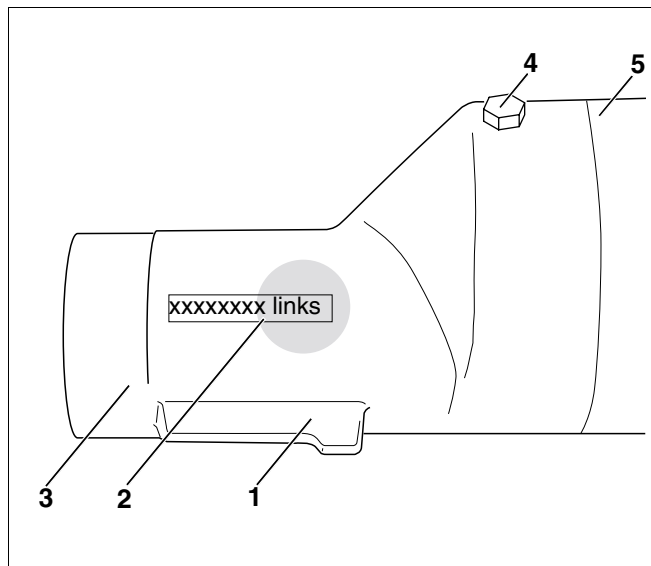

Fig. 24 Piesă de racord la conducta de alimentare în stînga
prin montarea inexactă a piesei de racord la conducta de alimentare (fig. 24).
- Controlați dacă garniturile sunt prezente la (fig. 24, **poz. 3**) piesa de racord.
- Aveți în vedere ca piesa de racord stîngă (atenție la ștanțare "links" (în stînga) vezi. fig. 24, **poz. 2**) să fie montată corect la blocul stîng de cazan iar piesa de racord dreaptă (atenție la ștanțare "rechts" (în dreapta)) să fie montată corect la blocul drept de cazan.
- Piesa de racord la conducta de alimentare (fig. 24) se introduce în prelungitor (fig. 24, **poz. 5**) și se înșurubează cu un șurub M5 x 16 (fig. 24, **poz. 4**) de prelungitor.